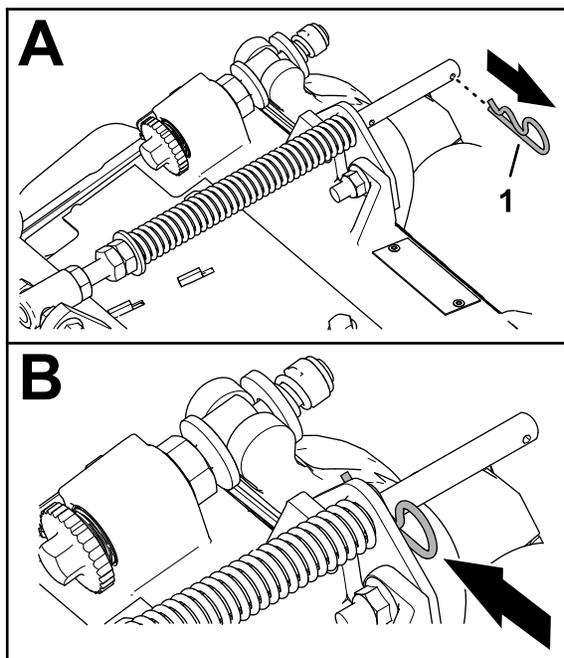

Figura 7
1. Se la coppiglia è montata nel foro posteriore dell'asta della molla di compensazione, rimuovete la coppiglia e inseritela nel foro accanto alla staffa (Figura 7).